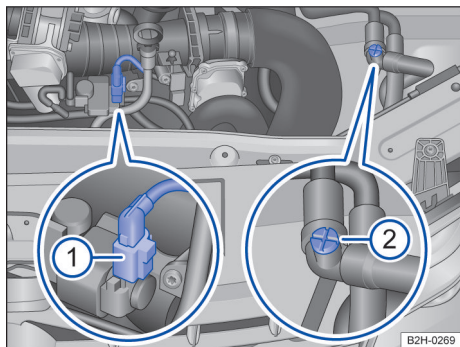

Fig. 179 No compartimento do motor: conector ① e válvula de ventilação manual ②.
- ② Remover a cobertura do motor para cima e guardar de modo seguro.
- ③ Abrir a tampa do reservatório de líquido de arrefecimento do motor → Página 235.
- ④ Abrir a válvula de ventilação manual
→ Fig. 179 ② em cerca de 3 voltas em sentido antihorário.
- ⑤ Durante o abastecimento do sistema de arrefecimento do motor, observar a válvula de ventilação manual e fechá-la se sair líquido de arrefecimento do motor da válvula de ventilação manual.
- ⑥ Remover o conector ao lado da vareta de medição do óleo → Fig. 179 ① e fixar. Não conectar o conector novamente até a visita à oficina.
- ⑦ Abastecer o sistema de arrefecimento do motor até a borda superior do reservatório de líquido de arrefecimento do motor com líquido de arrefecimento do motor até que o nível de líquido de arrefecimento do motor não baixe mais.
- ⑧ Aguardar durante cerca de 5 minutos.
- ⑨ Dar partida ao motor e, dependendo da versão, regular o regulador do aquecimento ou do ar-condicionado para a temperatura máxima.
- ⑩ Aumentar a rotação do motor parado em 2.500/min e manter a rotação do motor durante cerca de 2 minutos.
- ⑪ Desligar o motor.
- ⑫ Aguardar cerca de 2 minutos e então abastecer o sistema de arrefecimento do motor mais uma vez até o canto superior do reservatório de líquido de arrefecimento do motor.
- ⑬ Repetir as etapas de trabalho 10 a 12 até que o nível de líquido de arrefecimento do motor no reservatório de líquido de arrefecimento do motor não baixe mais.
- ⑭ Se até agora ainda não tiver saído nenhum líquido de arrefecimento do motor da válvula de ventilação manual, fechar a válvula de ventilação manual, girando-a em sentido horário.